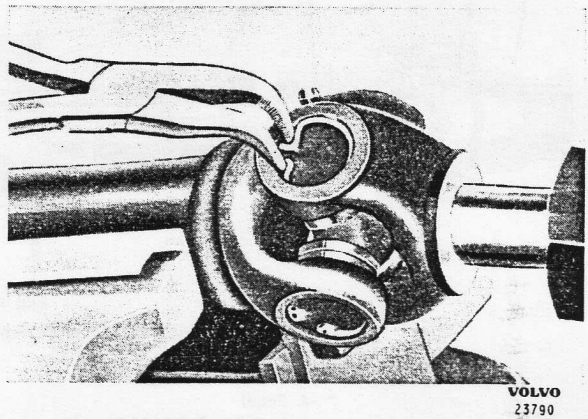

Bild 4-4. Sicherungsringe entfernen
1. Sicherungsring (16. Bild 4-1) für das Nadellager aus der Gelenkgabel ausbauen, siehe Bild 4-4. Druckschmierkopf am Kreuz abschrauben.